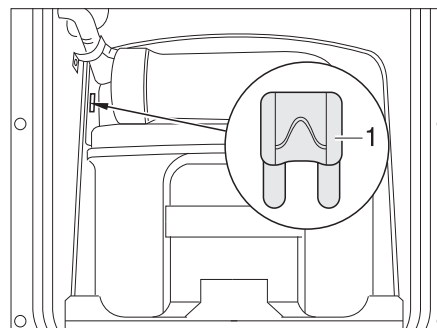

Fig. 93 Fusible del inodoro Thetford
- Cambiar el fusible (Fig. 93,1).